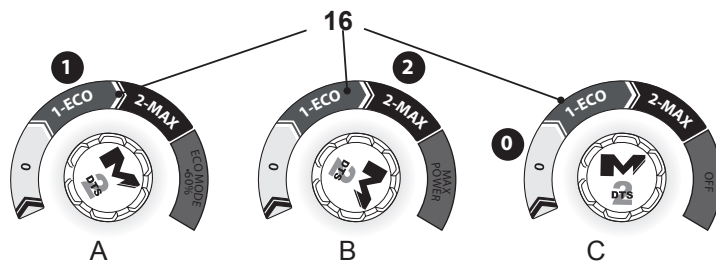

Rys. 18
1. Naciśnij przycisk zwalniający blokadę (17), aby odblokować uchwyt transportowy (1) (Rys. 18, krok 1).
2. Ustaw uchwyt transportowy (1) w wymaganym położeniu (wysokim / niskim) (krok 2).